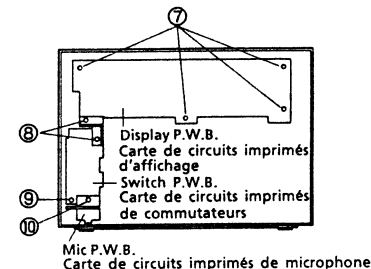
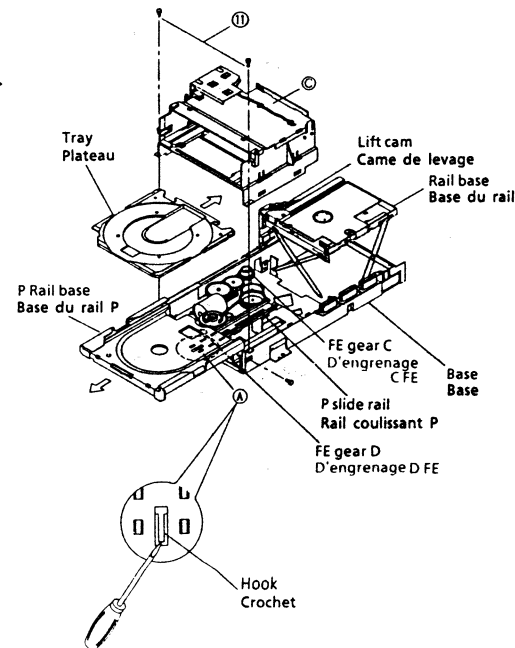
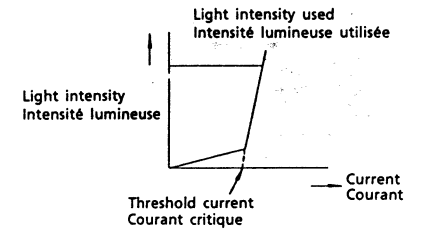

Fig. 18
Fig. 19
Fig. 30
- Séparation de la carte de circuits imprimés DISPLAY (Fig. 18)
- Retirer les 4 vis de fixation ⑦ et les 2 vis de fixation ⑧.
- Séparation de la carte de circuits imprimés des commutateurs (Fig. 18)
- Retirer les 2 vis de fixation ⑨ et une vis de fixation ⑩.
- Séparation de la carte de circuits imprimés de microphone (Fig. 18, W uniquement)
- Retirer la vis de fixation ⑩.
- Dégager le mécanisme de changeur CD (Fig. 19 et 20)
- Libérer les 2 vis de fixation ⑪ et retirer ⑫. Repousser la came de levage de façon à la placer dans la position représentée sur l'illustration 18 puis soulever la base du rail.
- (7) Remplacement de la courroie d'entraînement (Fig. 19 et 20)
- Retirer les deux vis de fixation ①. Repousser la butée de plateau et l'immobiliser dans cette position puis retirer la section ③.
9. Vérification de l'optique de lecture (Fig. 30)
Le laser à semi-conducteurs est un composant particulièrement sensible au rupture électrostatique et les surintensités. Ne jamais toucher les bornes du laser à semi-conducteurs ni la carte de circuits imprimés en film souple directement avec les doigts ou avec des outils. Le rapport qui existe entre l'intensité et l'intensité lumineuse est représenté sur la figure 30. Lorsque le courant de seuil est dépassé l'intensité change brutalement.